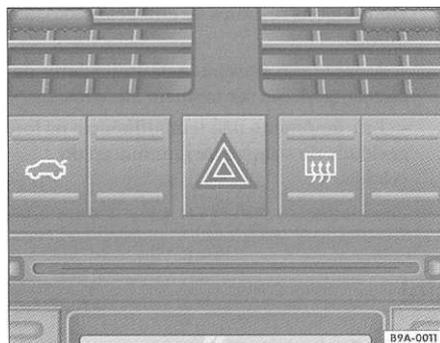

Fig. 50 Detalhe no painel de instrumentos: interruptor da luz de advertência
2. Pressione a tecla => fig. 50 (A) para acender as luzes de advertência => A-